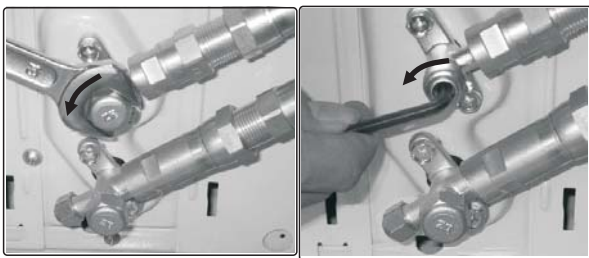

Abb. 6.5
- Entfernen Sie nun den Deckel des oberen Ventils mit einem Gabelschlüssel (19 mm). Öffnen Sie das Ventil durch Drehen gegen den Uhrzeigersinn bis zum Anschlag mit einem 5 mm Inbus-Schlüssel. Das Ventil ist jetzt geöffnet. Wird das Ventil nicht vollständig geöffnet ist, kann das System eine Fehlfunktion und Schaden erleiden. Schrauben Sie den Deckel wieder auf das obere Ventil und ziehen Sie ihn fest an, um sicherzustellen, dass er richtig abgedichtet ist. Siehe Abb. 6.5